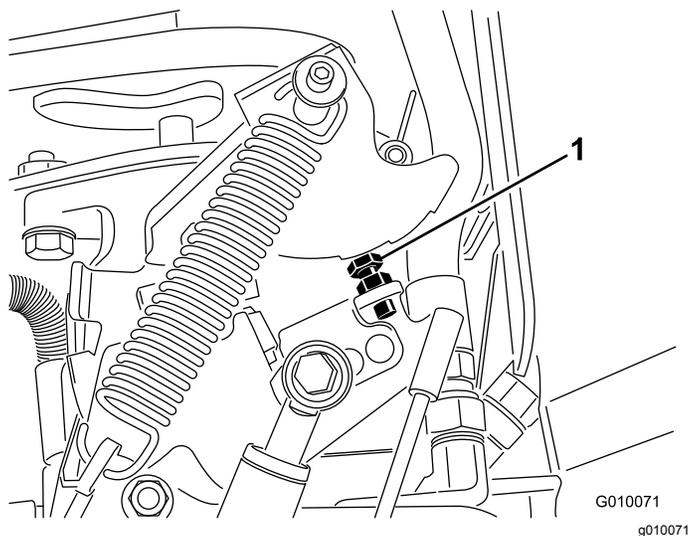

Figura 67
6. Se for necessário algum ajuste, rode o parafuso de paragem da bomba (Figura 67) para mais perto da placa de bloqueio para diminuir o intervalo entre furos ou rode o parafuso de paragem para o afastar da placa de bloqueio e assim aumentar o intervalo entre furos.